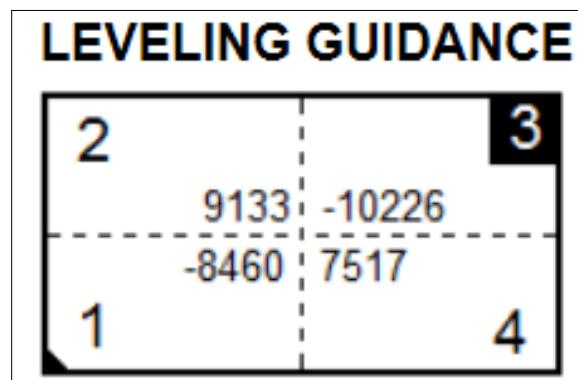

Figura 3-19: Visualização gráfica do Guia de Instalação
- Nota: Se os valores de fábrica forem recuperados, o gráfico exibirá um valor que representa a diferença entre o valor atual e o valor recuperado, como na Figura 3-19. Se os valores de fábrica não estiverem presentes ou não recuperados, o gráfico exibirá o valor absoluto de conta corrente.